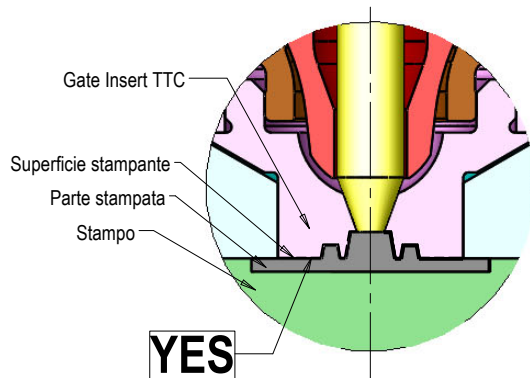

Fig.1
- 1) Attenzione: per canali di raffreddamento realizzati con "Z Max" > 18 mm, la bussola richiede obbligatoriamente il posizionamento sulla sede stampo con la sfaccettatura (vedere sez. C-C) parallela all'asse del canale di raffreddamento (Fig.1).
1) La superficie stampante del GATE INSERT TTC, nelle applicazioni standard, **deve risultare totalmente a contatto con la parte stampante** (Fig.1):